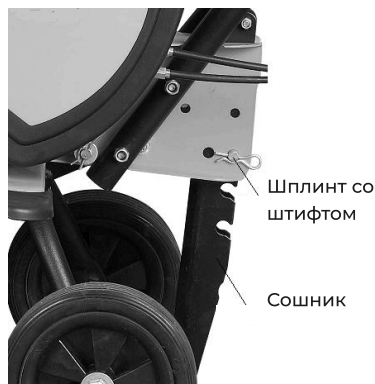

Рис. 4
- Установите сошник, как показано на рис. 4 используя для этого шплинт и штифт.